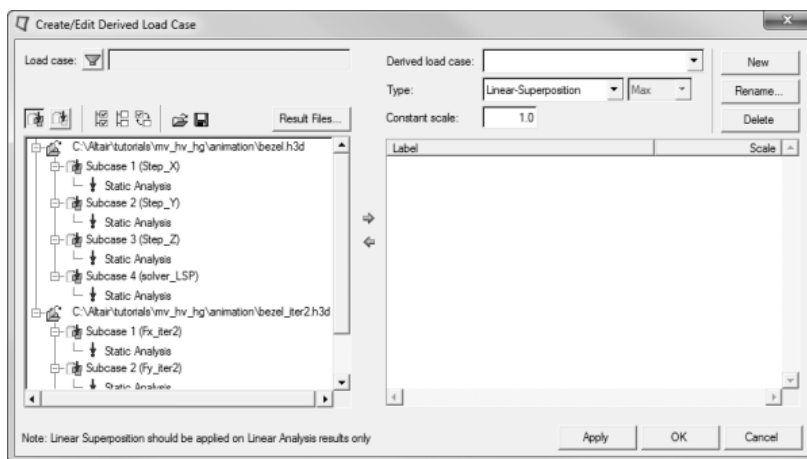

图 13-53 结果列表
- (4) 单击 Close 按钮。完成后如图 13-53 所示。